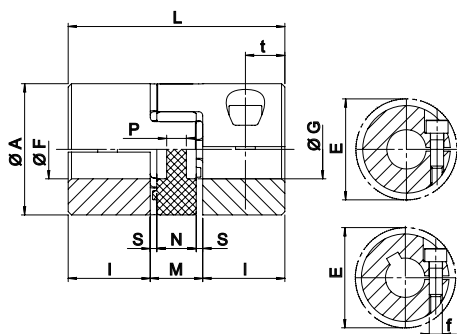

Fig. 1
- 2 grani di pressione a 120° (Fig. 1)